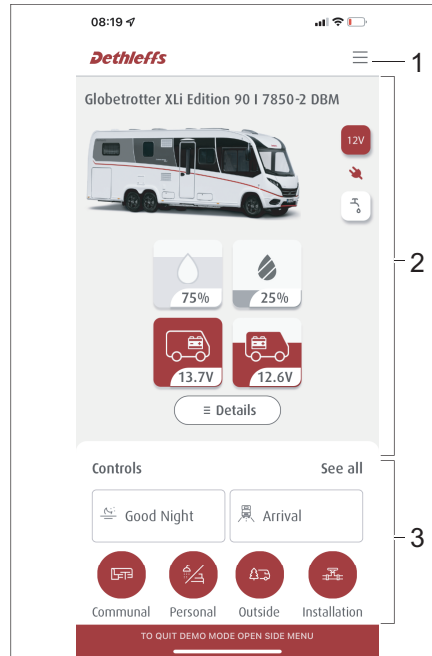

Fig. 295 Structure de l'application Dethleffs Connect
- Rubrique Menu (Fig. 295,1)
- Informations sur le véhicule (Fig. 295,2)
- Rubrique Commandes et Scénarios (Fig. 295,3)